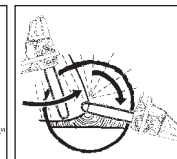

Fig. 11D
2. Als de diameter van de stam groter is dan de lengte van het zwaard, maak dan twee sneden, zoals getoond op Fig. 11D.